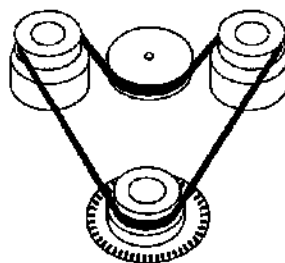

Рис.2
- 6.5 Замена резинового пассика (рис. 2.):